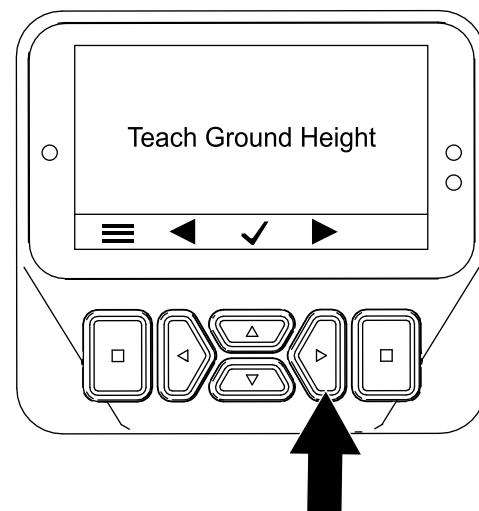

図 46
3. 右ボタンを2回押して、「タイン地上高の校正」画面を表示する \(図 46\)。